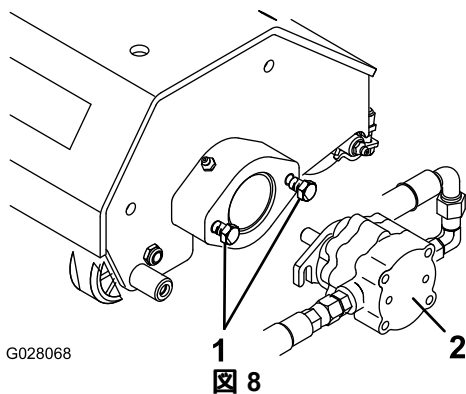

図 8
- A. リールモータをスパイカに固定するためのねじをゆるめる。各取り付けねじの頭がおよそ 13mm 突き出した状態にゆるめること 図8。